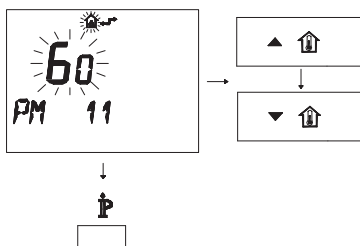

Figura 5.28
- Per modificare il SET programmato agire sui pulsanti ▲ \mathbb{H} o ▼ \mathbb{H} e aspettare che il numero programmato cominci a lampeggiare (Figura 5.28). Ogni passo incrementato o decrementato corrisponde a 1 secondi.